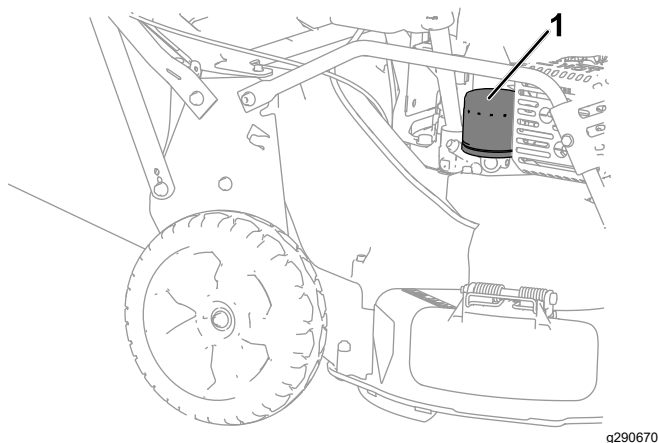

Figura 26
6. Retire el filtro de aceite (Figura 26).